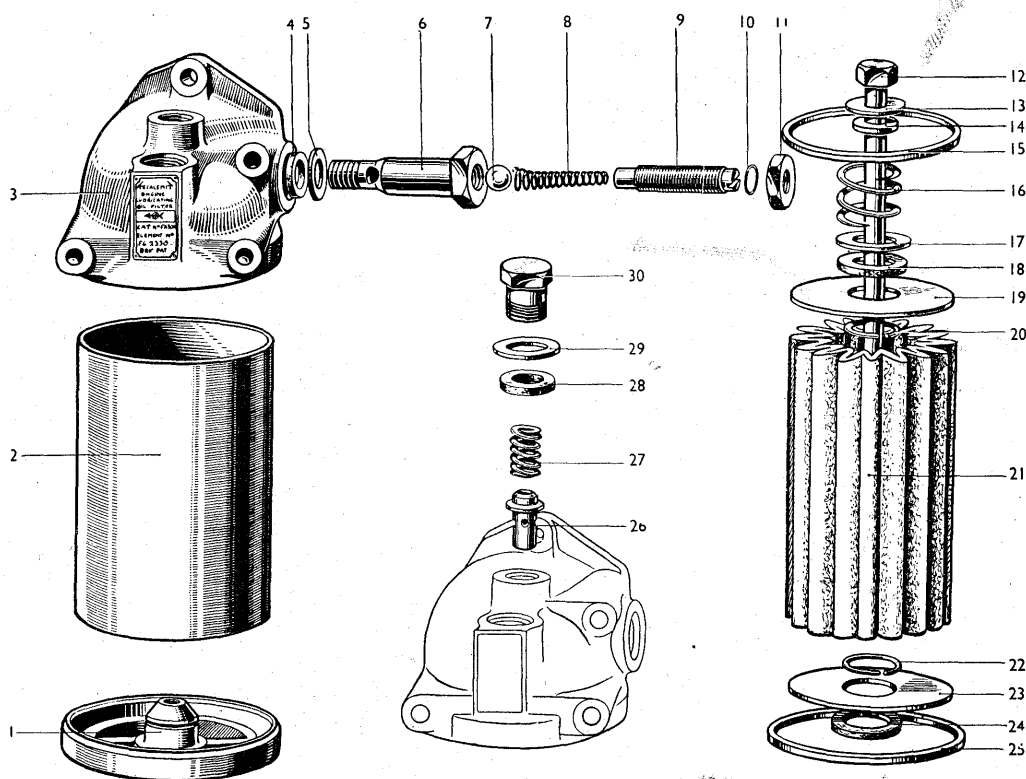
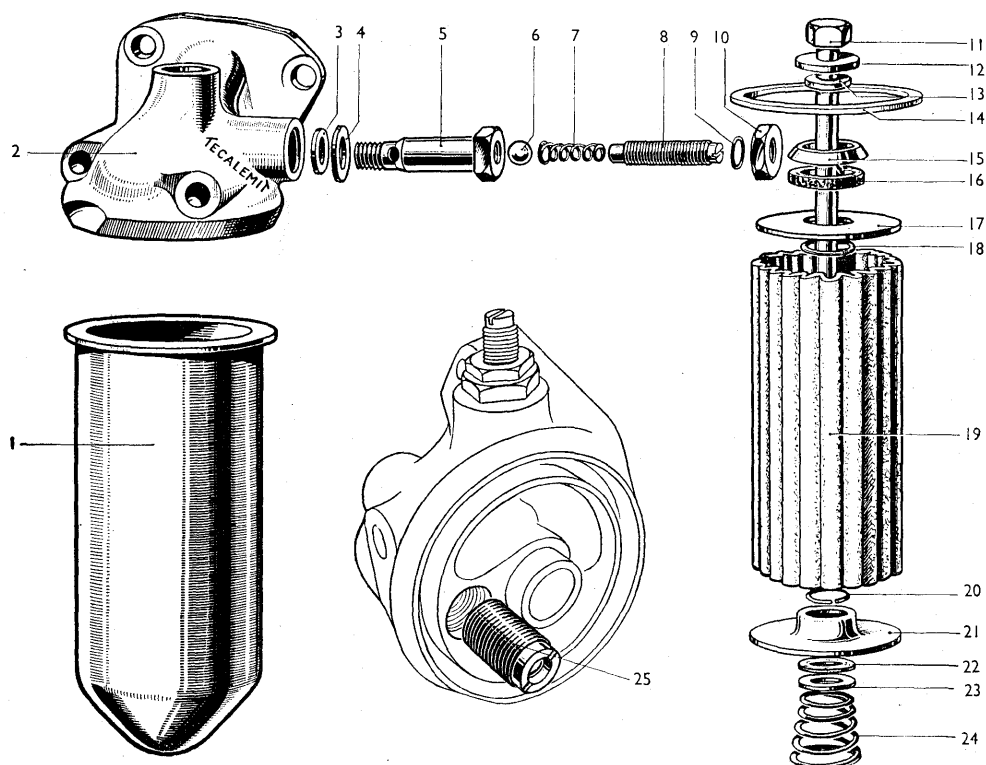

Fig. 4. Oliefilter af lodret-monteret type.
Fig. 5. Oliefilter af skråt-monteret type.
Oliefiltret forefindes i to typer – et lodret-monteret, vist i fig. 4 og et skråt-monteret, vist i fig. 5. Begge indeholder et filterelement af filt, som kan udtages og renses i petroleum. Det komplette skråt-monterede fil-
Justerskruen (9) i fig. 4 og (8) i fig. 5 skal ved en foreløbig indstilling have 6–7 gevind fri. Begge filtre har en reduktionsventil (den med justerskruen), som lader olie gå retur til bundkarret, såfremt trykket stiger over 40–60 lb/sq.in, og en sikkerhedsventil (26) i fig. 4 og (25) i fig. 5, som lader ikke-filtreret olie gå ud i smørekana-lerne, såfremt filtret er lukket af snavs o. lign.